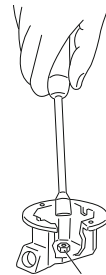

Abb. 7: Auswechseln der Düsen
- Mit einem 7 mm-Rohrschlüssel schrauben Sie nun die Düsen aus den Brennern [Abb. 7].